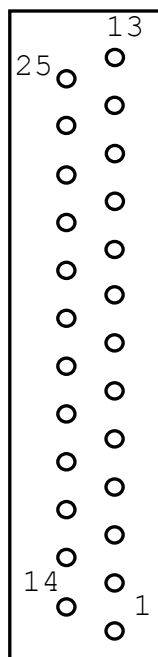

Рис.9
7.2. Для подключения выходных сигналов на плате используются 25-ти контактный разъем типа CANON (OUT), рис.9. Разводка разъема приведена в табл.7.